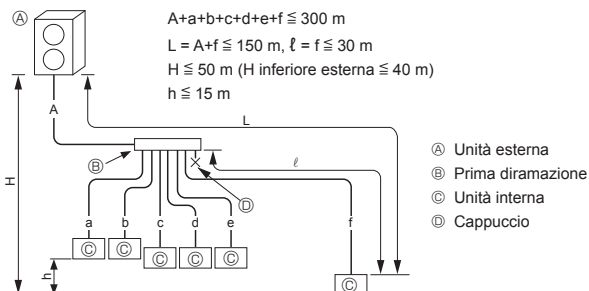

Fig. 4-1
4.2.1. Collegamento senza scatola di derivazione (Fig. 4-1)